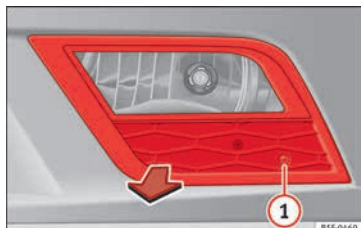

Abb. 104 Nebelscheinwerfer
- Entfernen Sie die Schraube » Abb. 104 1 mit einem Schraubendreher aus dem Gitter des Nebelscheinwerfers.